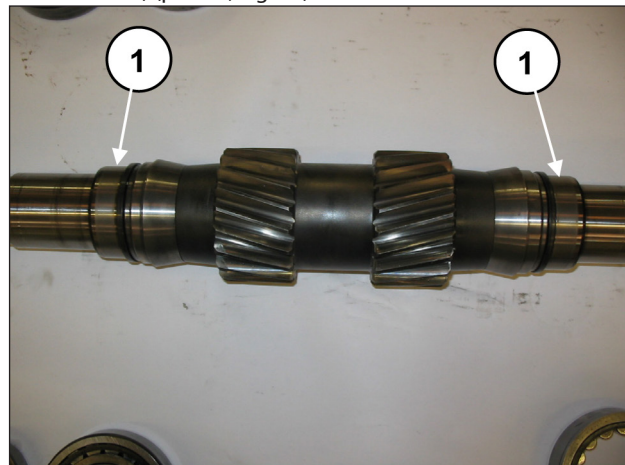

Fig. 52
insira no eixo PTO os dois anéis internos dos rolamentos (um em cada lado) (pos. ①, Fig. 52).